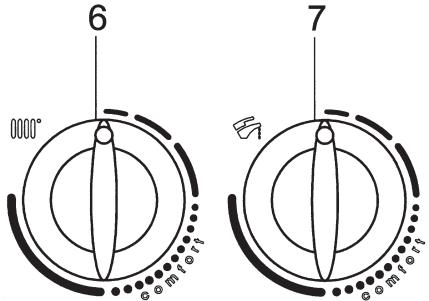

Fig. 22A
- 1) Turn the control knob 6 (figure 1) fully counter-clockwise to its minimum value as shown in figure 22A.
- 1) tourner le bouton 6 (figure 1) dans le sens inverse des aiguilles d'une montre et les mettre sur la valeur minimum comme le montre la figure 22A;
- 4.1) If there is no manual exit as described in point 4, after 5 minutes approx the “view parameters” function will be interrupted automatically. When automatic exit is tripped, the letter “d” will be displayed, alternating with the boiler flow temperature value. The display remains in this state until such time as the position of the knob 6 (figure 22A) is changed, or until the boiler is disconnected from the power supply.
- 4.1) Si la sortie manuelle décrite au point 4 n’est pas effectuée, la fonction “affichage paramètres” est interrompue automatiquement au bout de 5 minutes. Lorsque la sortie automatique a lieu, l’afficheur visualise la lettre “d” en alternance avec la valeur de la température d’amenée. Ce message reste affiché jusqu’à ce que l’on déplace la manette 6 (figure 22A) ou si l’on coupe l’alimentation électrique de la chaudière.